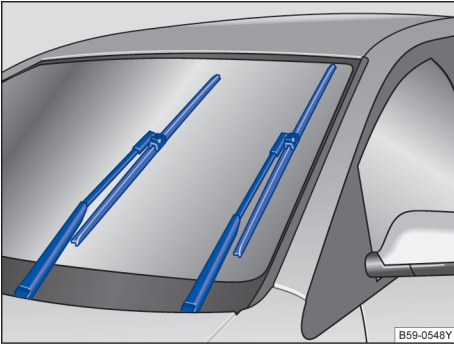

图 129 处于保养位置的刮水片
- 将风窗玻璃刮水器拨杆向下拨至点动刮水位置。使刮水器处于保养位置→ 图 129。